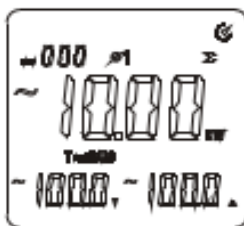

Figura 7-2
• Como se muestra en la figura 7-2, presione la tecla “Σ” para acumular la potencia de la primera fase.